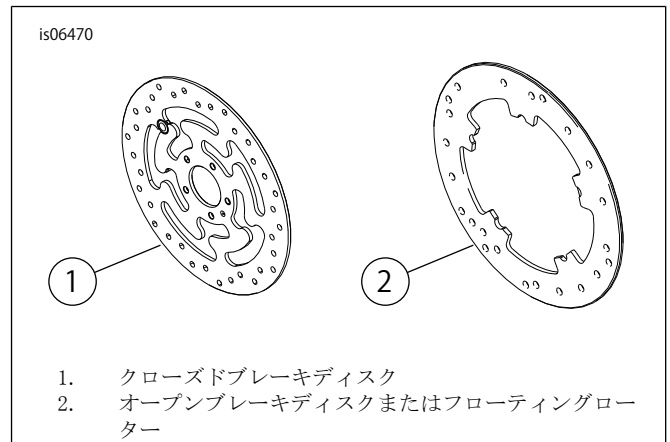

図1。フロントブレーキディスクのスタイル
- ・ブレーキディスクスクリュー(「図1」および「表1」を参照してください。)